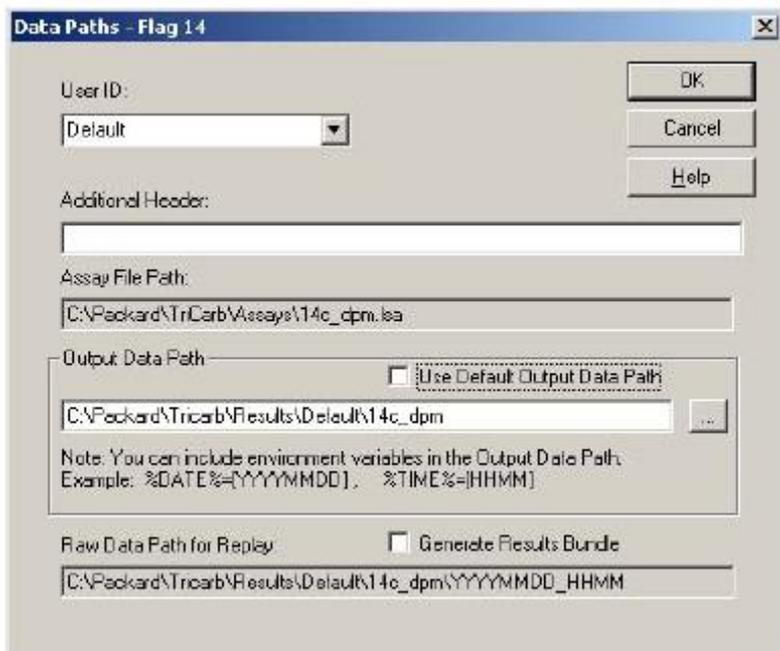

Рисунок 2-5. Окно Data Paths (Пути данных).
6. Когда появляется окно *Data Paths* (*Пути данных*) (Рисунок 2-5), необходимо сделать следующие действия: